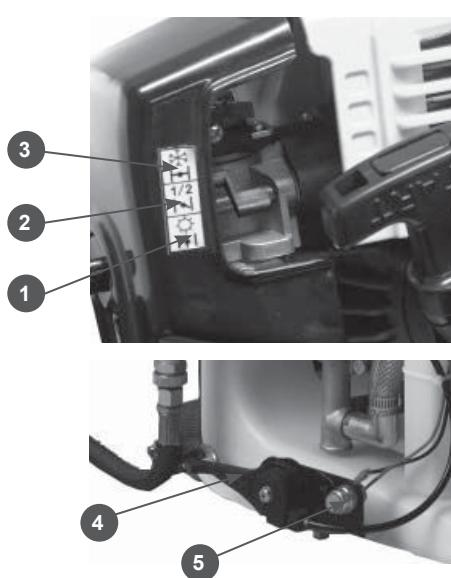

Рис.3
- Закройте воздушную заслонку. Для этого рычаг заслонки переведите в положение(3) Рис.3.
- Рычаг газа (4) Рис.3 переведите в среднее положение.
- После первого «хлопка» в глушитель переведите рычаг воздушной заслонки в среднее положение(2) Рис.3.
- После запуска двигателя откройте воздушную заслонку. Для этого переведите рычаг воздушной заслонки в положение(1) Рис.3.
- Рычаг газа(4) установите в нижнее положение. Прогрейте двигатель на холостых оборотах в течение 3-5 минут.
Для остановки двигателя рычаг газа переведите в нижнее положение и дайте поработать двигателю на холостых оборотах без нагрузки в течение 20-30. Затем кнопкой выключения зажигания (5) Рис.3 заглушите двигатель.